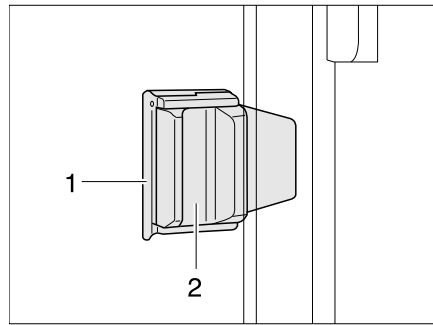

Bild 47 Schiebefenster mit Schiebeverriegelung
- Verriegelung (Bild 47,1) herausziehen.
- Griff (Bild 47,2) drücken und gleichzeitig nach vorne oder hinten schieben.